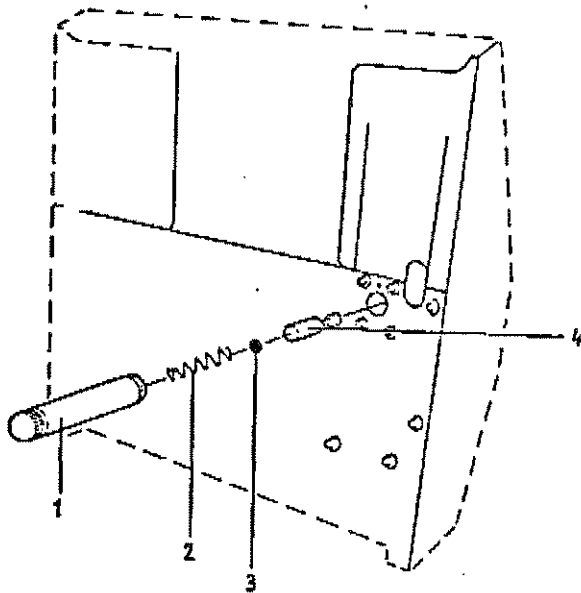

Abb. 12-3: Verschlussschraube der Meßkammer öffnen
5. Untere Verschlussschraube der Meßkammer (1) (Abb. 12-3) abschrauben.
8. Teile entsprechend Abb. 12-3 zusammenbauen.